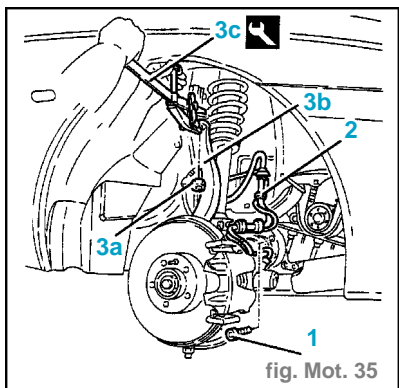

fig. Mot. 35
- Déconnecter le raccord électrique (2) du capteurs de tours.
- Déconnecter du tube rigide le tuyau (3) de refoulement du liquide de refroidissement au réservoir d'alimentation du refroidissement du moteur.
- Déconnecter de la pompe de direction assistée le tuyau d'arrivée du fluide (4).
- Déconnecter de la pompe de direction assistée le tuyau de refoulement du fluide (5).
- Dévisser les boulons de fixation (1) du demi-arbre droit. (fig. Mot.35)